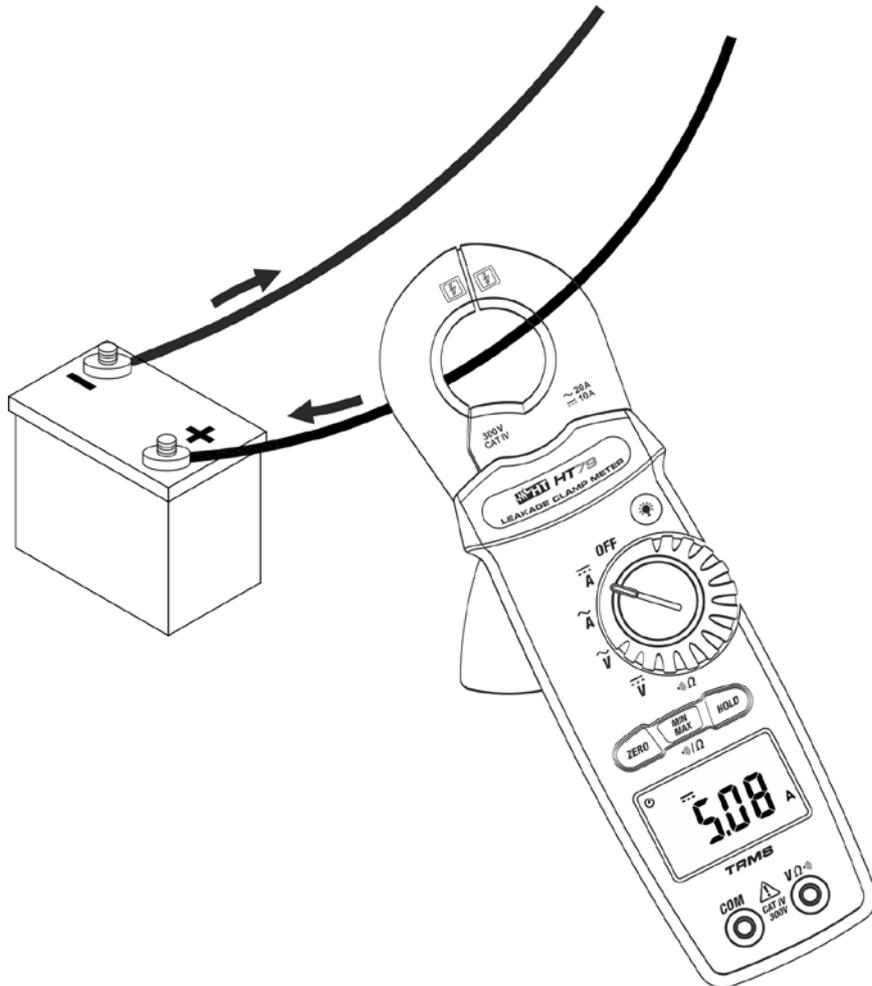

Abb. 8: Verwendung des Gerätes für Gleichstrommessung
3. Setzen Sie den Leiter ins Zentrum der beiden Zangenbacken (siehe Fig. 8), damit Sie eine genauere Ablesung der Messwerte erhalten (siehe Fig. 2). Der Wechselstromwert erscheint auf dem Display.